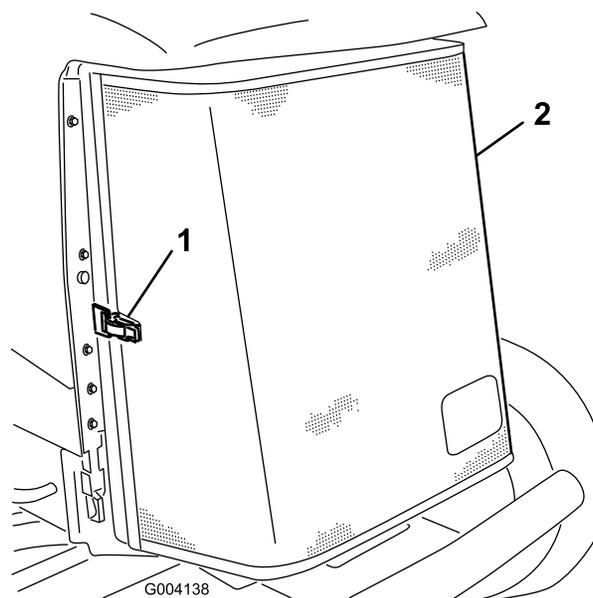

Рисунок 72
- Расфиксируйте и откиньте заднюю решетку (Рисунок 72).